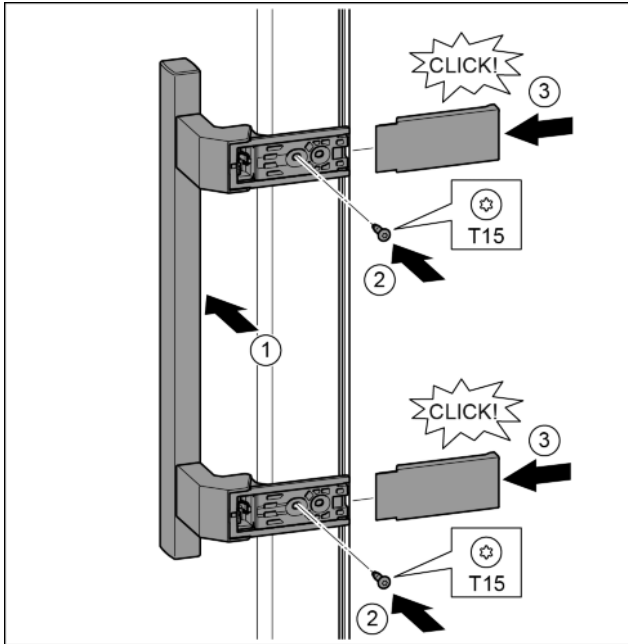

Fig. 19
- A fogantyút az ellenkező oldalon helyezze fel. Fig. 19 (1)
- Húzza meg a csavarokat a T15 csavarhúzóval. Fig. 19 (2)
- A fedelet helyezze fel oldalra és tolja fel. Fig. 19 (3)